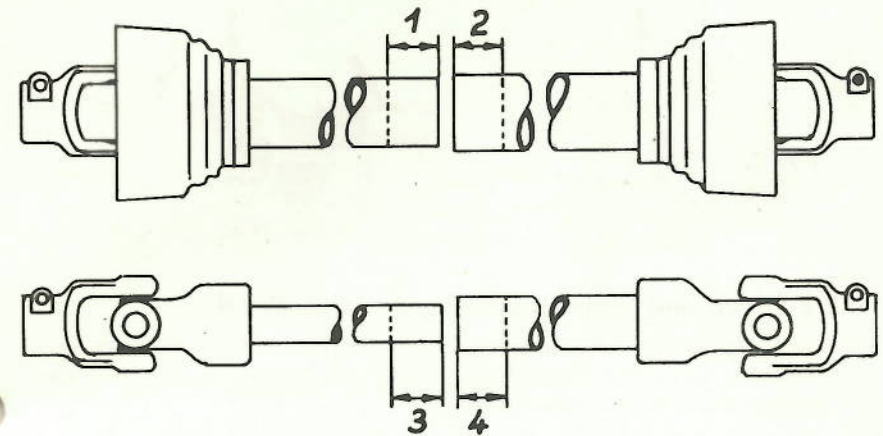
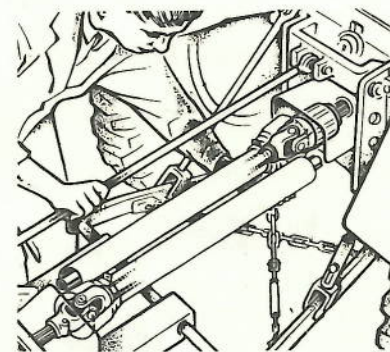
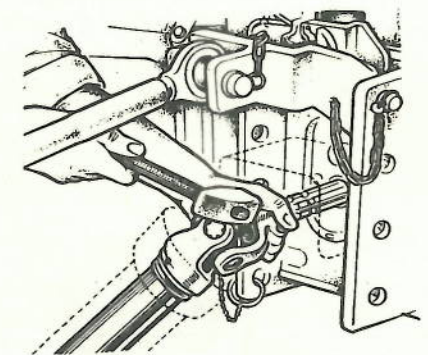

Abb. 13
Abb. 14
Abb. 15
Nach der richtigen Einhängung wird die Gelenkwelle angeschlossen. Es ist hierbei darauf zu achten, daß die Schiebepfosten der beidseitigen Schnellkupplung richtig eingerastet sind. Bei weitester Winkelstellung ist die Gelenkwelle auf genügend Rohrüberdeckung zu kontrollieren. Dabei ist zu berücksichtigen, daß zu lang gewählte Rohre die Gelenkwelle bei Kurvenfahrten beschädigen. Bei der Verschiedenartigkeit der Zapfwellenlage am Schlepper ist eine Längenkorrektur oft erforderlich (siehe Abb. 13). Diese Korrektur muß bei beiden Profilrohren sowie am Gelenkwellschutz vorgenommen werden und ist zweckmäßigerweise von einem Fachmann vorzunehmen. Abb. 14 zeigt, wie man das richtige Längenmaß der Rohre findet. Das Schlagwerkzeug beim Ankuppeln der Gelenkwelle nie anders als in Abb. 15 ansetzen!
- b) Vor dem Ankuppeln die Anschlußwellen auf einwandfreien Zustand überprüfen und Einrasten der Schnellverschlüsse beachten. Niemals Schlagwerkzeug anders als in Abb. 15 gezeigt ansetzen.